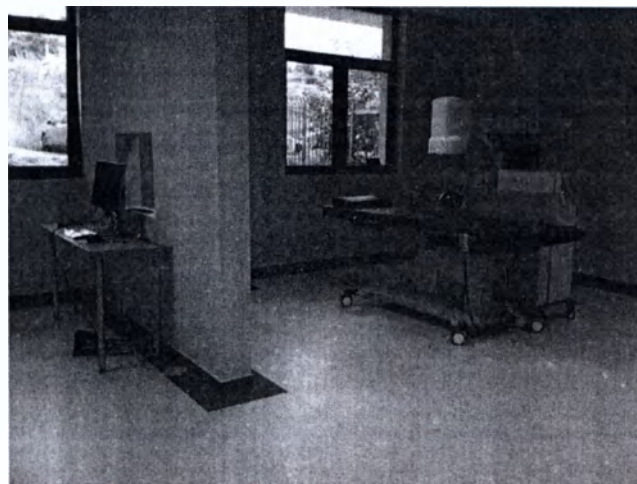

Рисунок 2-3. Процедурный кабинет с дистанционным пультом управления
- Дополнительный дистанционный пульт управления (Рисунок 2-3):
Пульт управления предоставляет пользователю возможность управлять системой посредством графического интерфейса пользователя (GUI), а также управлять экспозицией посредством ножного переключателя. Пользователь управляет системой посредством GUI, клавиатуры и мыши. Дополнительный дистанционный пульт управления позволяет осуществлять управление вне диапазона облучения (Рисунок 2-3).